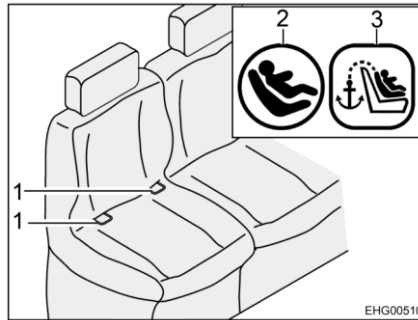
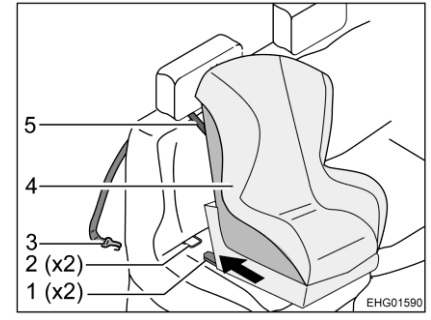

Fig. 15 Asiento con Isofix
Fig. 16 Fijación con Top Tether
- Dejar que los brazos de enganche (Fig. 16,1) engatillen en los puntos de anclaje (Fig. 15,1 y Fig. 16,2). En esto, se deberá oír un clic distintivo.
- Con un fuerte tirón controlar si el asiento infantil (Fig. 16,4) está firmemente fijado.
- Introducir la correa Top Tether (Fig. 16,5) entre el reposacabezas y el cojín del respaldo.
- Enganchar el gancho de fijación (Fig. 16,3) en el punto de anclaje en el lado trasero del asiento del vehículo.